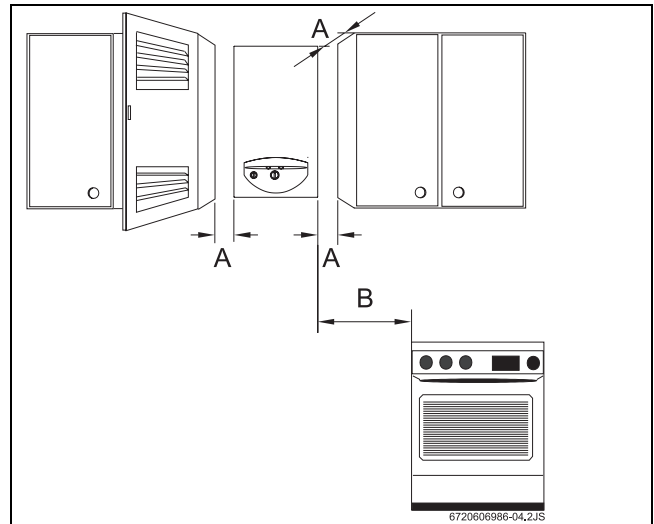

Fig. 10 Distanze minime
- ▶ assicurare la buona accessibilità nell'apparecchio per le operazioni di manutenzione, rispettando le distanze minime indicate nella Fig. 10.